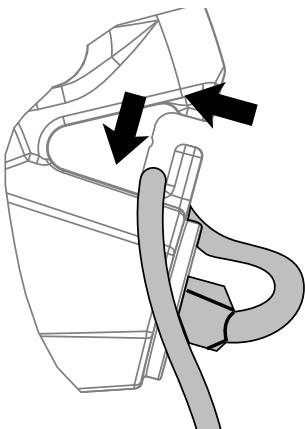

Fig. 9
- Fixez la rallonge au carter tel qu'indiqué (Fig. 9) pour éviter qu'elle ne soit retirée accidentellement.